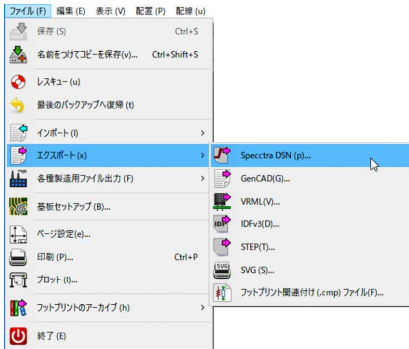

図9-26
- ① メニューバー「ファイル」→「エクスポート」→「Specctra DSN」とすすみ配線情報をエクスポートします。図9-26
- ② 2.2. 自動配線ツールFreerouterのインストール で保存した freeroute.jar ファイルをダブルクリックして Freerouterを起動します。